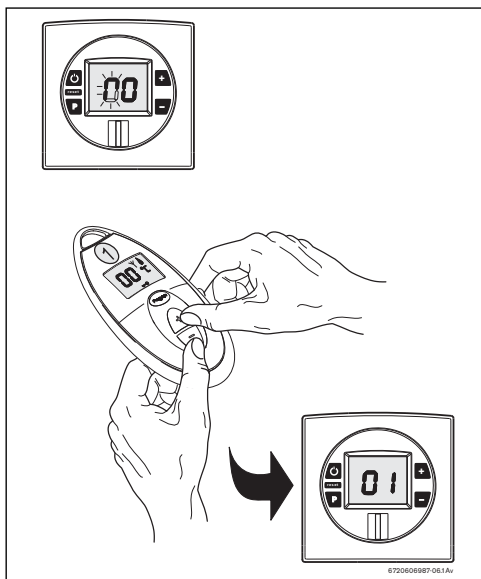

Fig. 5 Attivazione del telecomando
- Posizionare il telecomando di fronte al quadro comandi dell'apparecchio e premere contemporaneamente i tasti  e  del telecomando (Fig. 5).